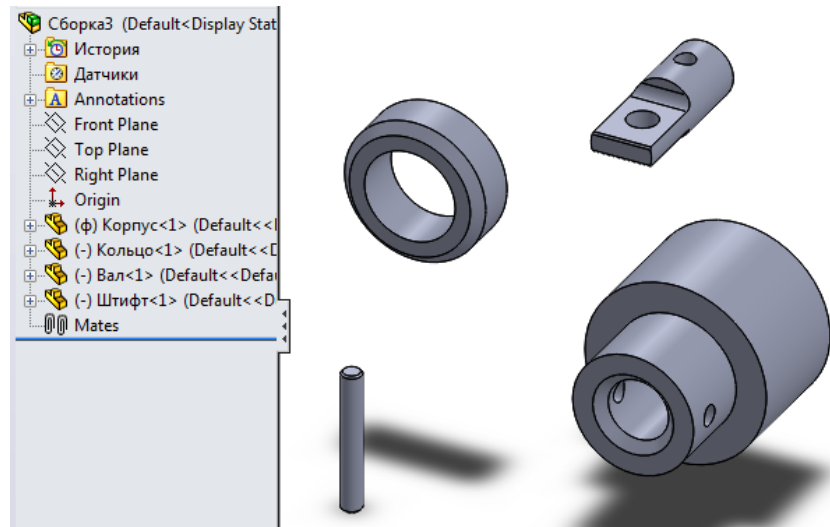

Рисунок 5.14 – Вікно збірки
4. Вікно збірки тепер містить всі 4 деталі (рис. 5.14) і їх назви відображаються в дереві конструювання.